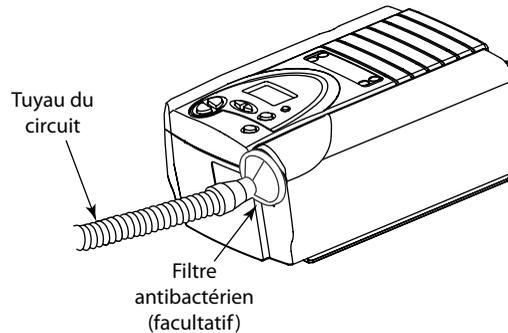

Figure 5-2 Branchement du tube sur la sortie d'air
1. Branchez le tuyau du circuit sur l'orifice de sortie du filtre antibactérien (le cas échéant), puis raccordez l'orifice d'entrée de ce dernier sur le grand connecteur de l'appareil, comme illustré à la figure 5-2.